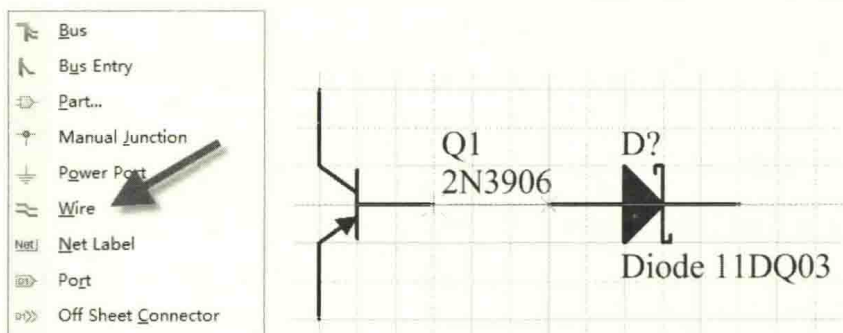

图 4-32 绘制导线
(1) 执行菜单命令“Place-Wire”或者图标命令 ，如图 4-32 中左图所示，激活放置导线命令，使鼠标光标变成十字状态。
(2) 选择一个元件的管脚作为开始点，鼠标靠近管脚，光标会自动吸附到管脚上，单击，然后再移动鼠标到另外的元件管脚作为结束点，单击右键或者按“Esc”键，结束此次绘制导线的操作，如图 4-32 中右图所示。